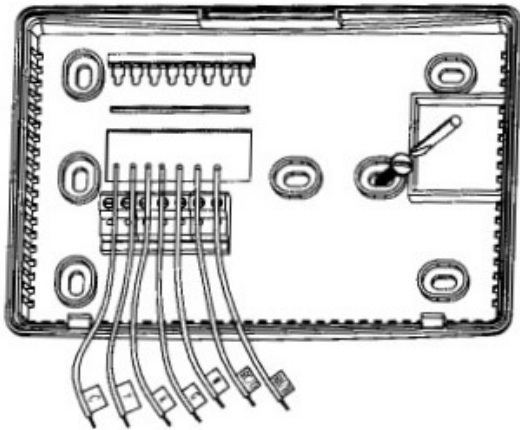

Figura 3
- Vuelva a colocar la base en la pared y pase los cables por la abertura. Coloque los tornillos provistos y ajústelos. Figura 3.